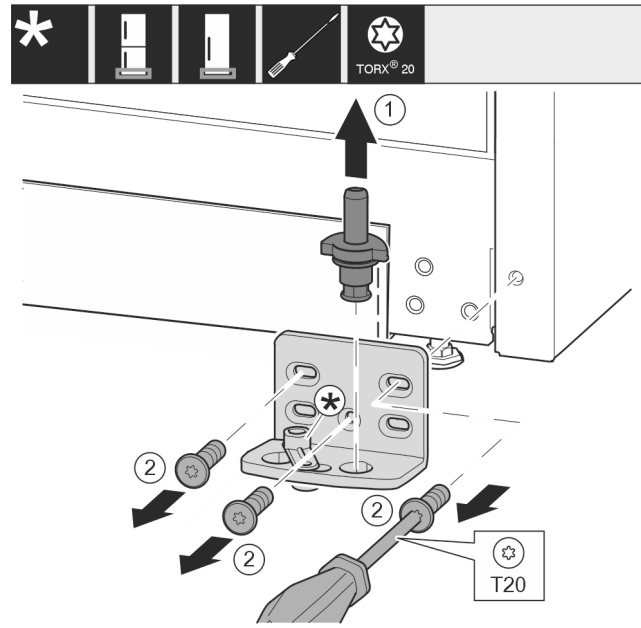

Fig. 13
- ▶ Lagerbout Fig. 13 (1) volledig naar boven toe wegtrekken.
- ▶ Schroeven Fig. 13 (2) met schroevendraaier er uit draaien en het lagerbok wegnemen.